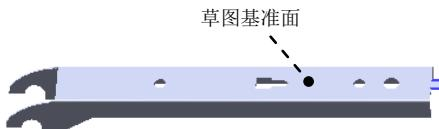

图 12.6.12 薄片 1
Step7. 创建图 12.6.12 所示的钣金特征——薄片 1。
(1) 选择命令。选择下拉菜单 **插入(I)** → **钣金(W)** → **基体法兰(A)...** 命令(或单击“钣金”工具栏上的“基体法兰/薄片”按钮 )。
(2) 定义特征的横断面草图。
① 定义草图基准面。选取图 12.6.12 所示的表面作为草图基准面。